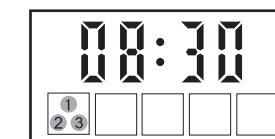

Rysunek 1
a) Ustawianie czasu (rysunek 1):